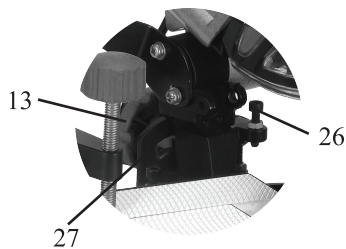

Fig.8
10.2 Înclinarea agregatul de tăiere (Fig.8)
10.3 Setarea adâncimii de tăiere (Fig.8)